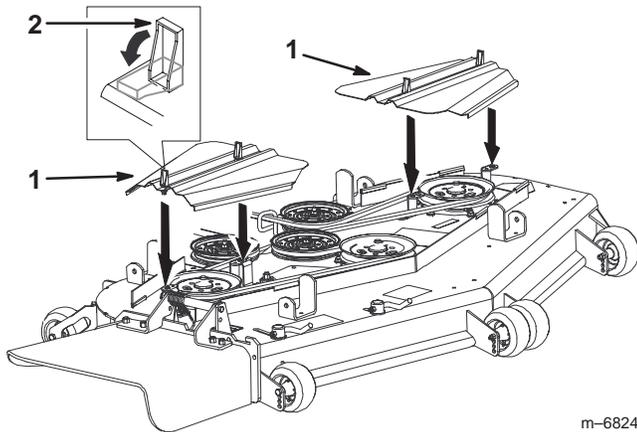

Figure 68
3. Déposez les couvercles des courroies (Fig. 68).
10. Posez et verrouillez les couvercles de la courroie (Fig. 68).